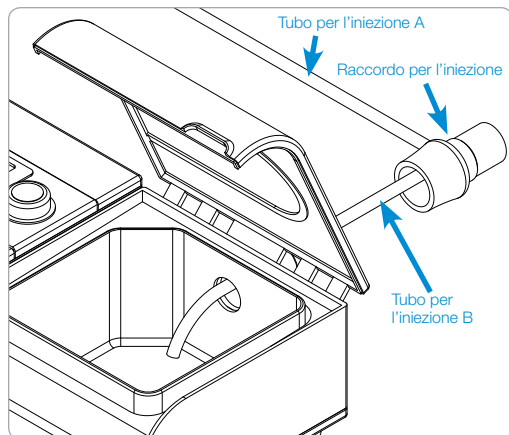

Figura 2. Collegare il raccordo per l'iniezione
1. Posizioni il raccordo per l'iniezione sull'apertura dell'umidificatore (laddove il tubo PAP è stato collegato), consentendo al tubo per l'iniezione B più piccolo di entrare nel serbatoio (figura 2). L'estremità del tubo dovrà essere posizionata lungo la piastra riscaldante.